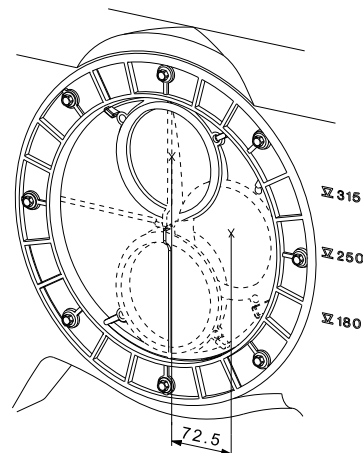
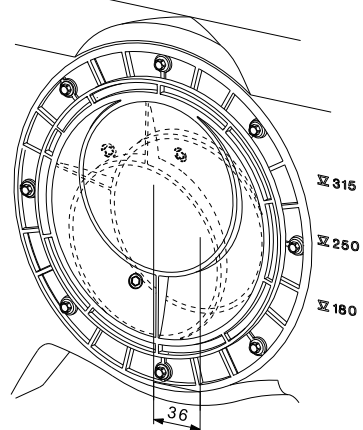

Рис. 11 Диск входного патрубка диаметром DN 100 регулируется от 180 – 315 мм над уровнем фундамента до середины входной трубы
Рис. 12 Поставляемый по запросу диск входного патрубка диаметром DN 150 регулируется от 207–279 мм над уровнем фундамента до середины входной трубы
2. Подготовьте входной патрубок с регулируемой высотой на задней поверхности насосной установки Multilift M. Диаметр DN 100 диска входного патрубка позволяет устанавливать его высоту от 180 до 315 мм выше уровня фундамента. Наиболее распространенные значения высоты указаны рядом с входным отверстием: 180, 250 и 315 мм. См. рис. 11. Диск входного патрубка диаметром DN 150 поставляется в составе принадлежностей. См. рис. 12. Болты вокруг внешнего кольца диска входного патрубка закручены не полностью, что позволяет диску вращаться. Это позволит установить всасывающий патрубок на нужной высоте. После установки требуемой высоты затяните все болты. Все болты должны быть максимально затянуты (9 Нм).
Перед подключением насосной установки Multilift M обратите внимание на то, что при повороте диска входного патрубка для соответствия высоте всасывающего трубопровода, насосная установка и напорный патрубок также сдвинутся вбок (макс. 72,5 мм). См. рис. 11.